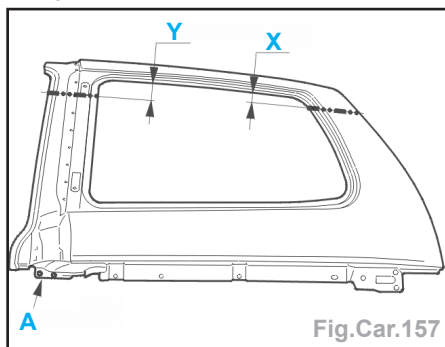

Fig.Car.157
- Tracer puis découper à l'aide d'une meule épaisseur 1 mm (coupe définitive) et percer au \varnothing 6.5 mm pour soudage ultérieur par points bouchons (suivant A) (Fig.Car.157).